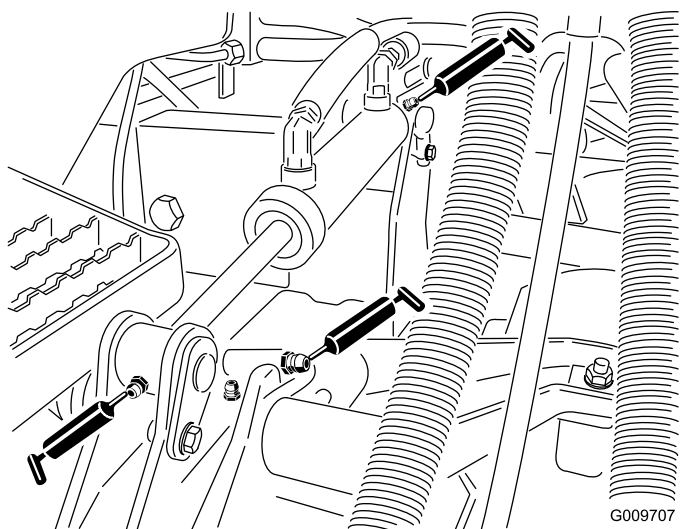

Figura 84
- Buce bra de ridicare (1 pentru fiecare unitate de tăiere), aa cum se arată în Figura 84
- Buce cilindru de ridicare (2 per unitate de tăiere), aa cum se arată în Figura 84